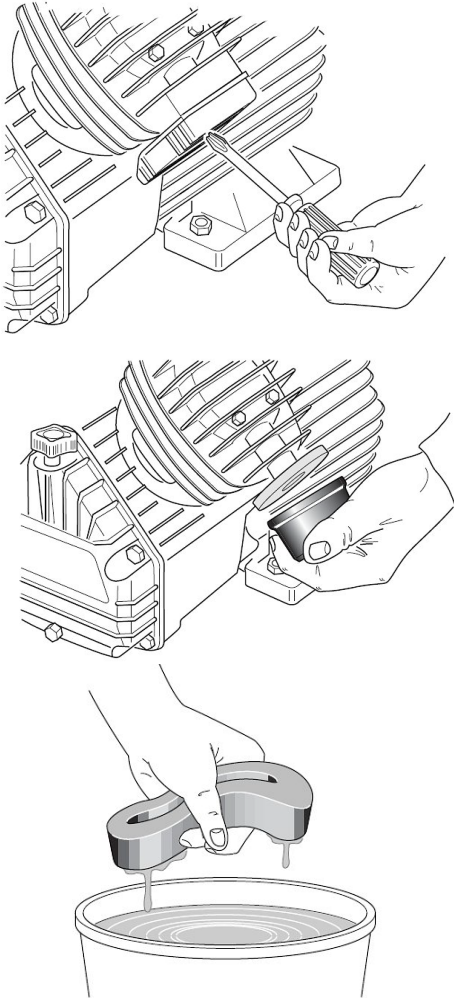

Abb. 8: Reinigung Luftfilter
Schritt 2: Bauen Sie den Ansaugfilter aus und wechseln Sie ihn aus (wenn er beschädigt ist) bzw. reinigen Sie das Filterelement (Abb. 8).